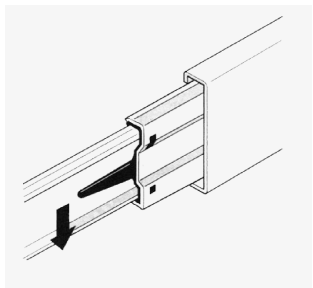

Рис.1
1. Подготовьте детали к сборке. Отсоедините от основания телескопических направляющих внутренние планки, отогнув пластиковый рычажок фиксатора (Рис. 1). Основания телескопических направляющих закрепите на деталях 3 и 4 шурупами 3,5x16 (Рис. 2).